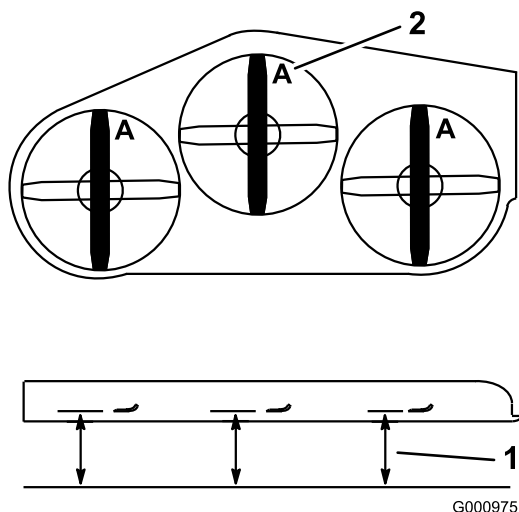

Figura 78
3. Gire las cuchillas hasta que los extremos estén orientados hacia adelante y hacia atrás. Mida desde una superficie nivelada hasta el filo de corte, posición A, de las cuchillas (Figura 78). Anote esta dimensión.